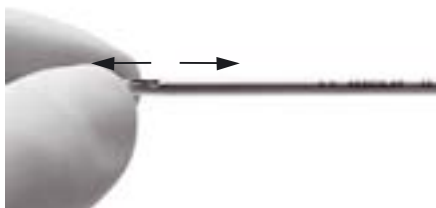

Fig. 3
- Démontez la tige 5, voir Fig. 3: